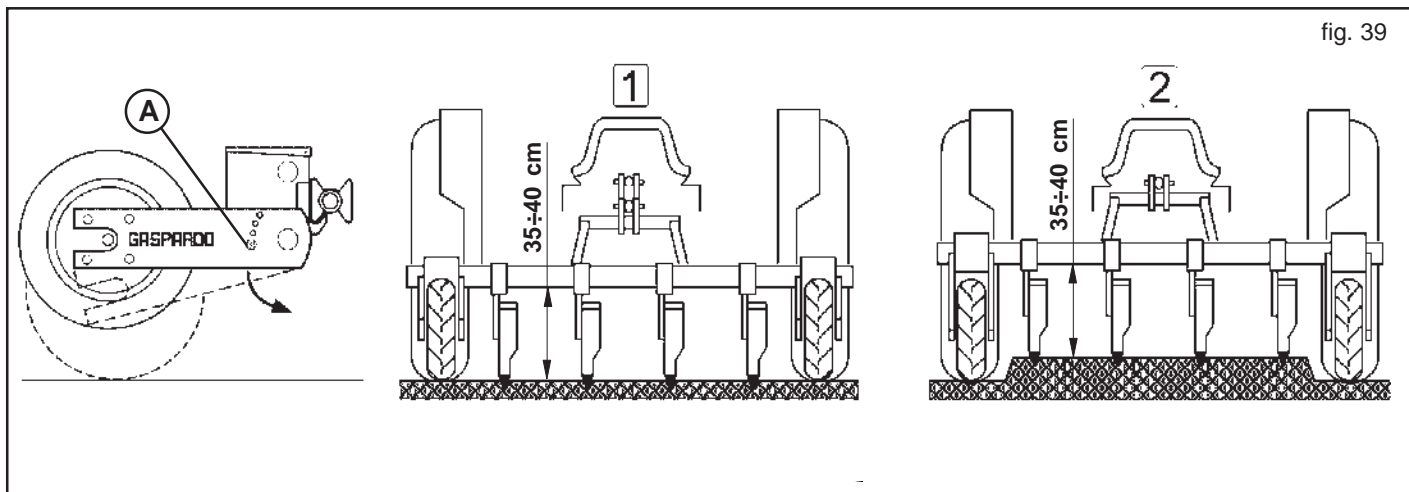

fig. 39
- Deserrer la vis (A, Fig. 39) de le support;
- Tourner le support de roue jusqu'à ce que l'indice (B, Fig. 39) se trouve en face de la vis (C, Fig. 39);